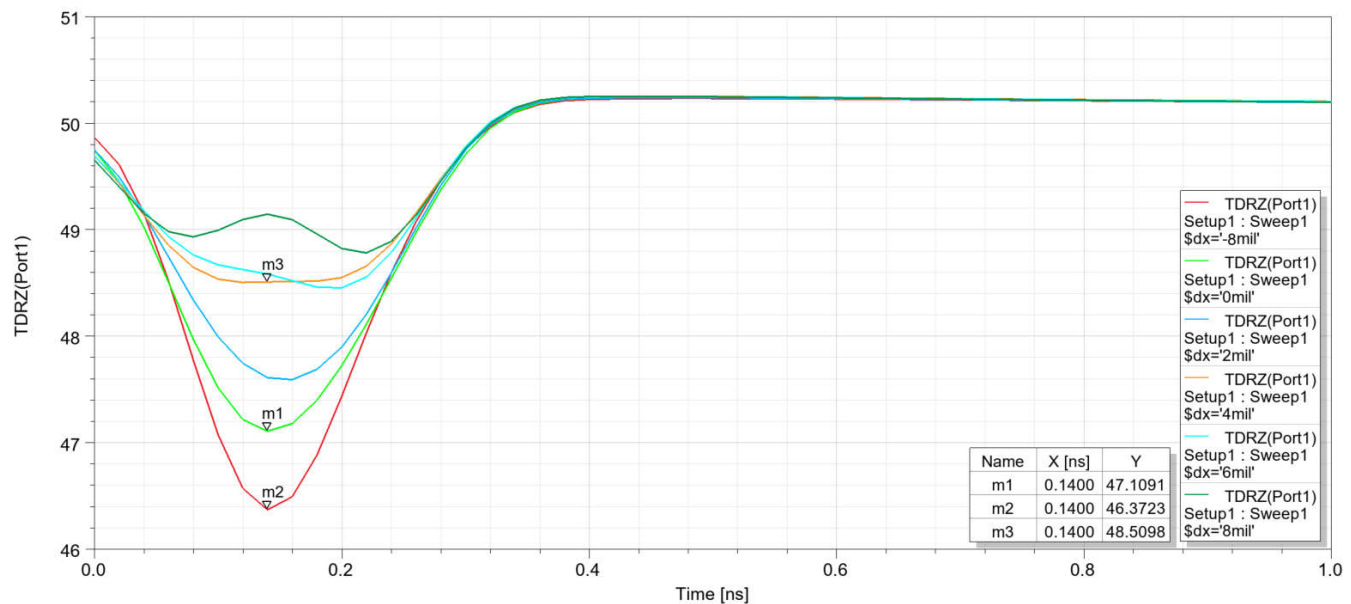

図 3-4. さまざまなアンチパッド サイズでの TDR インピーダンス
- 図 3-4: アンチパッドのサイズが異なる場合の TDR インピーダンスシミュレーション結果。